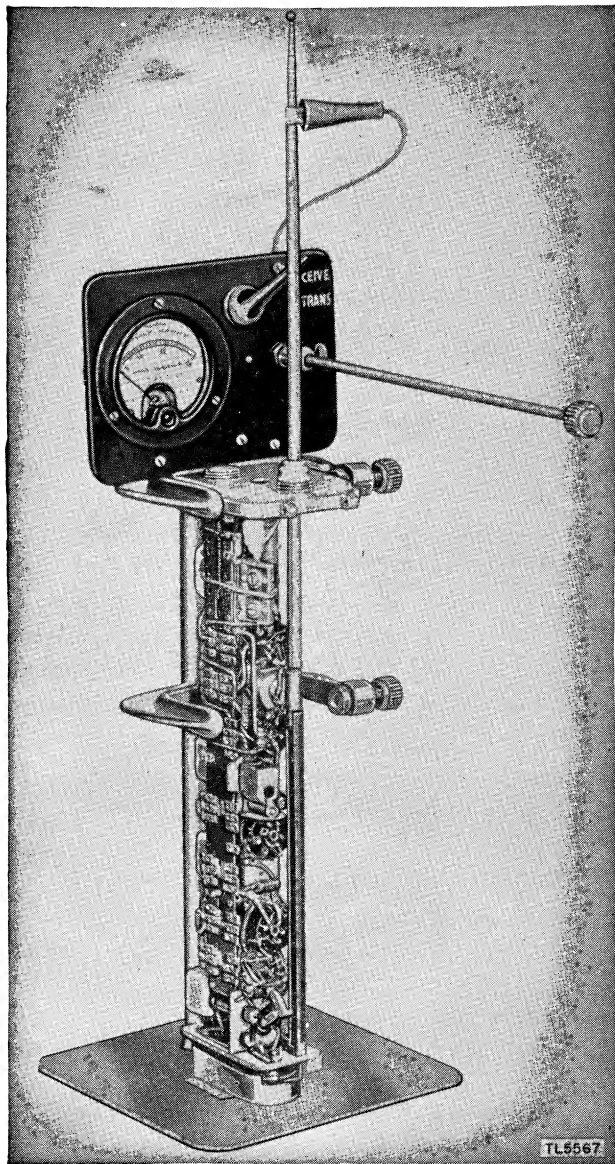

Figure 57. Test Stand FT-252.
78. Test Stand FT-252-() (fig. 57)